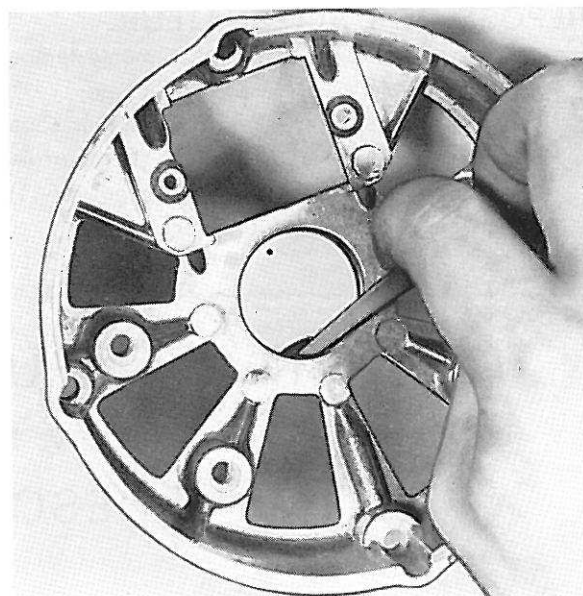

Figure 37. Enlèvement du joint torique
1. Enlever le joint torique avec une lame d'acier aux bords arrondis, par exemple une jauge d'épaisseur, figure 37.